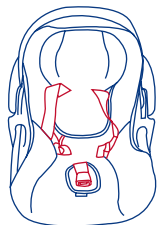

Fig. 35-1
3. Coloque el Asiento de Seguridad en una superficie firme y nivelada. Mueva la manija de transporte a la posición de no mecerse. Afloje los Tirantes del Arnés jalando los tirantes mientras presiona sobre el Botón de Ajuste del Arnés ubicado bajo la almohadilla justo enfrente de la hebilla. Desabroche el Broche de Pecho del Arnés. Desenganche los Tirantes del Arnés y tíendalos sobre el respaldo del Asiento ó a los lados del Asiento de Seguridad. (Fig. 35-1)